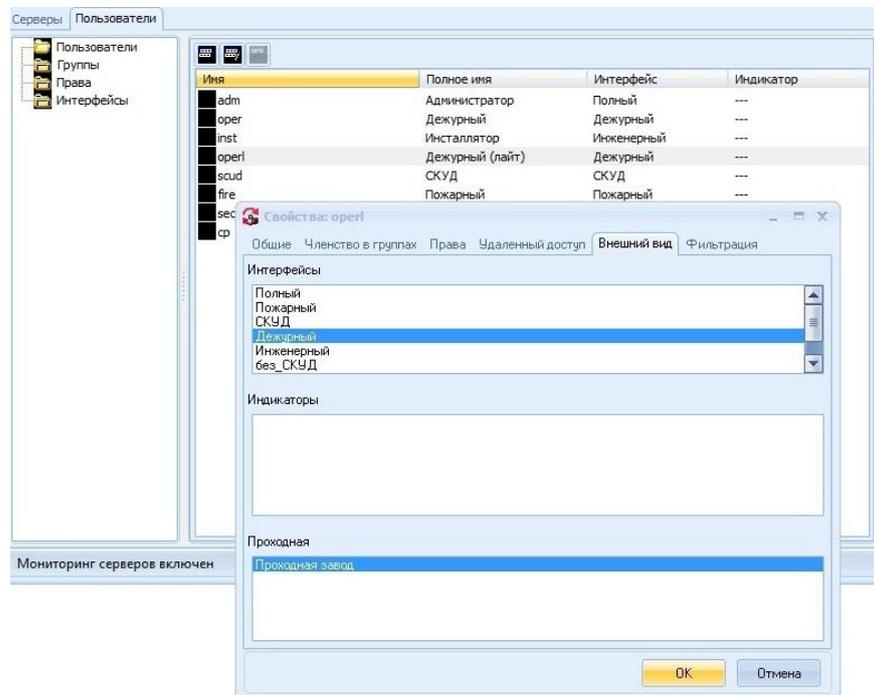

Рис. 44 Назначение интерфейса *Дежурный* и *Проходной завод* пользователю
4. Выбрать в списке нужный интерфейс и нажать кнопку **Ок** (Рис. 44).
4. Выбрать в окне **Проходная** нужный вариант проходной и нажать кнопку **Ок** (Рис. 44).